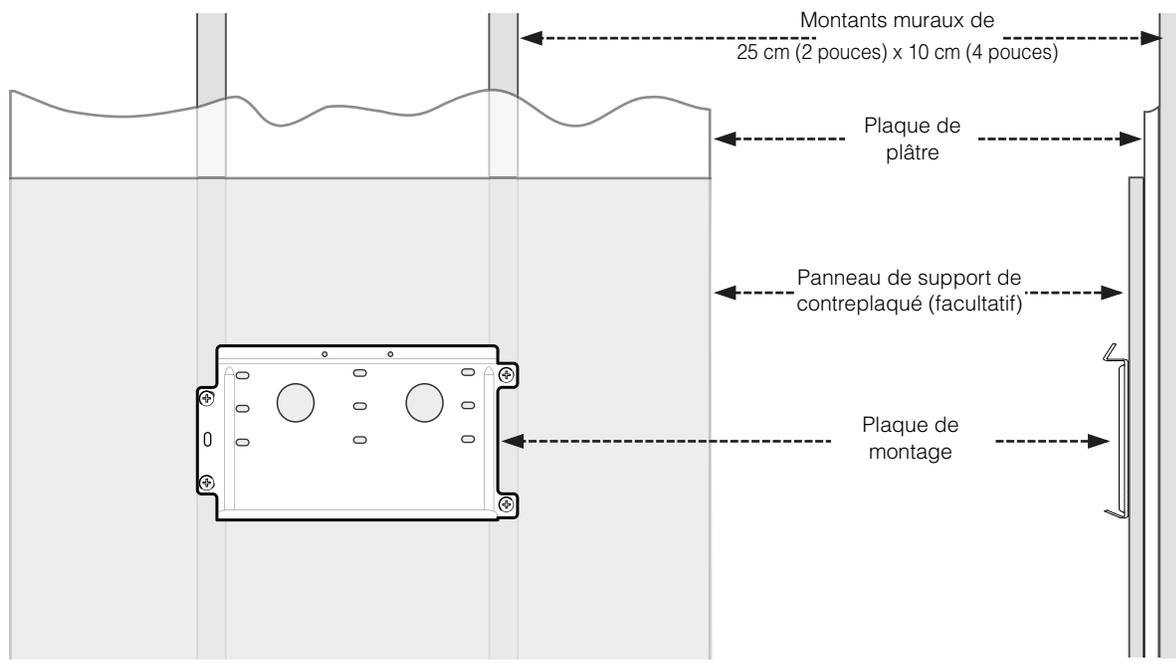

Figure 2-5 Plaque de montage centrée sur les montants muraux
3. Fixer le premier support de montage au mur en vous aidant d'un niveau. S'assurer que la plaque de montage est centrée sur les montants du mur, comme montré dans la Figure 2-5. Utiliser le matériel d'ancrage recommandé pour fixer la plaque d'ancrage (voir Tableau 2-1).
Remarque : Les plaques de montage sont conçues pour s'imbriquer entre elles (comme dans la Figure 2-5) de sorte que plusieurs plaques peuvent être installées sans autre mesure ou mise à niveau.